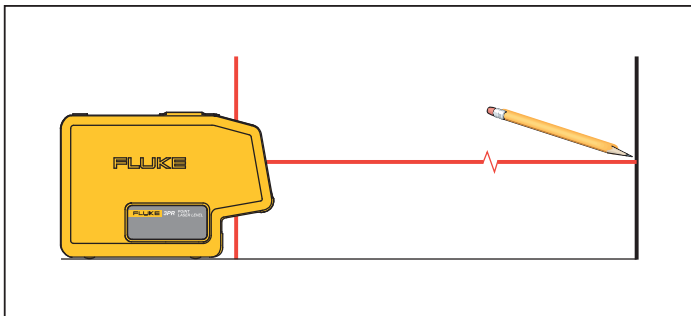

Figura 1. Nueva marca de nivel
2. Gire el Producto en su centro hasta que el láser horizontal apunte a la zona objetivo. Consulte la figura 1.